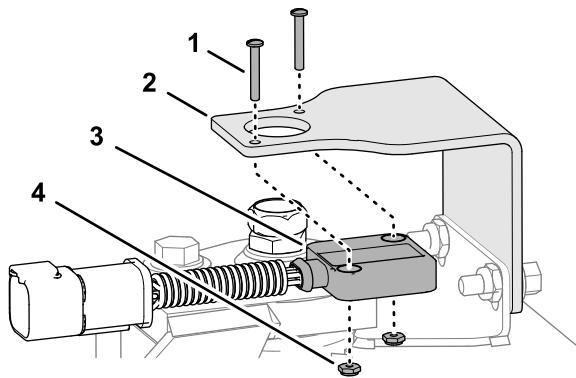

Bild 10
3. Befestigen Sie den Lenkstellungssensor mit zwei Linsenschrauben (Gr. 4 x  $\frac{3}{4}$ "') und Sicherungsmuttern (Gr. 4) an der Sensorhalterung und ziehen Sie die Schrauben und Sicherungsmuttern fest (Bild 10).